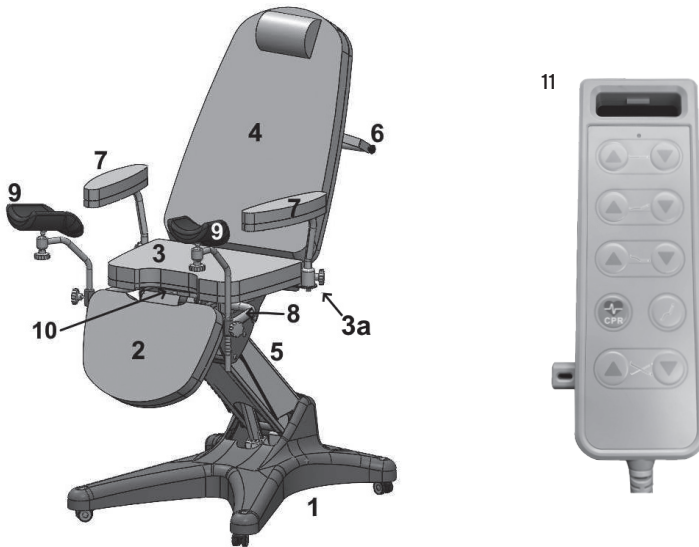

Fig.2
- En el modelo PM120: encastrar los soportes de sostén para los muslos (ref.9 fig.2) en el casquillo de soporte (ref.8 fig.2) y regular la altura mediante el pomo